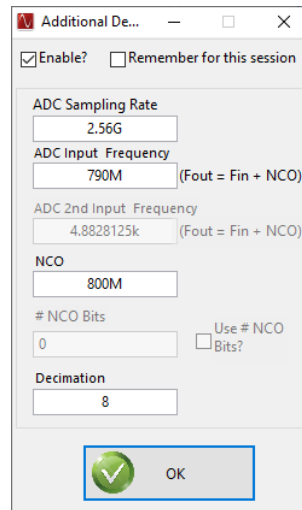

图 3-8. 附加器件参数，8x 复杂抽取
11. 选中标记 *Enable?* 的框，然后输入 图 3-8 中所示的参数。